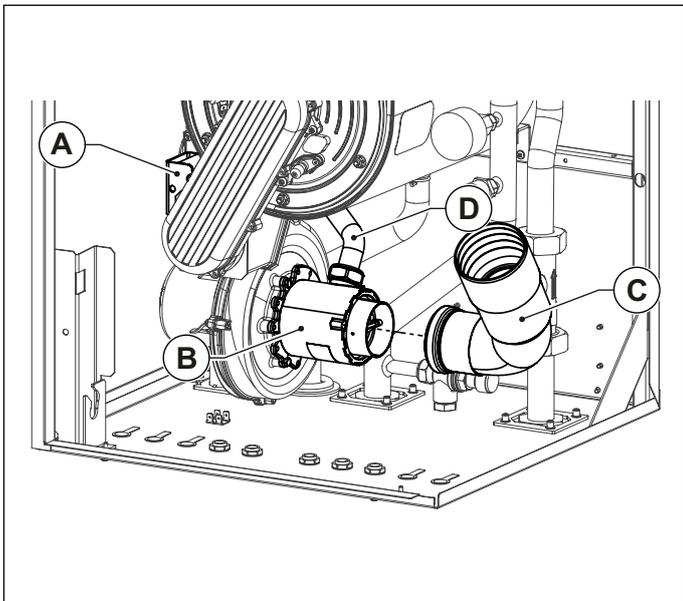

Fig. 41 Chambre d'aspiration
- Enlever la chambre d'aspiration **C** du mélangeur (KR 85 seulement) (voir Fig. 41 Chambre d'aspiration).
- Débrancher le tuyau du gaz **D** du mélangeur **B** (voir Fig. 41 Chambre d'aspiration).
- Brancher le tuyau du gaz **D** au mélangeur (voir Fig. 41 Chambre d'aspiration).